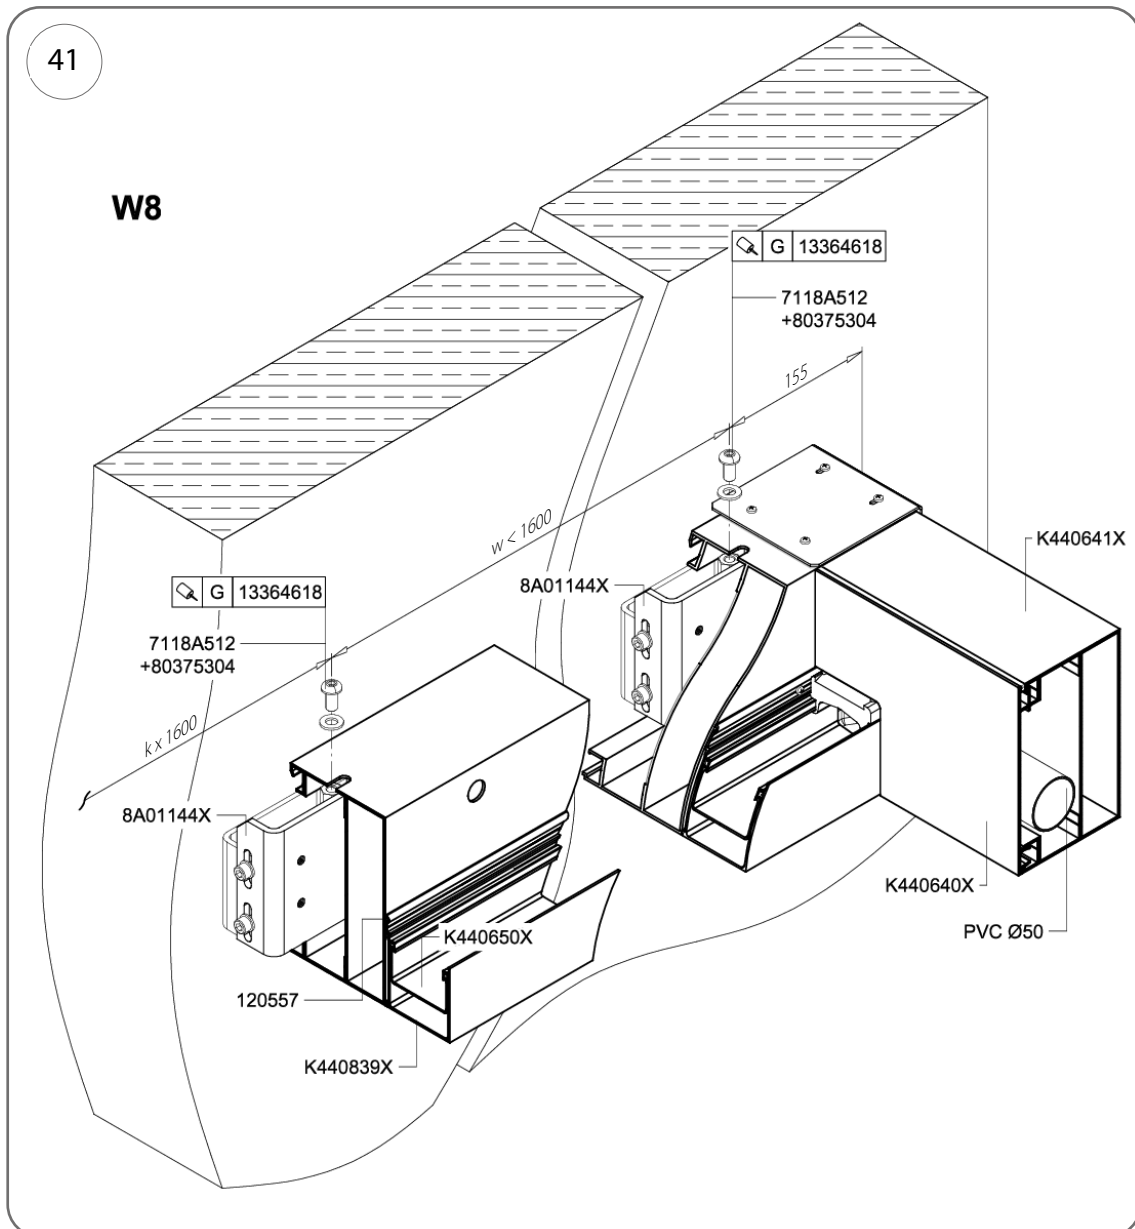

Abb. 41
2. An der Wand die Punkte anzeichnen, die den Langlöchern entsprechen, die gemäß Abb. 41 in die Oberseite des Wandbalkens gefräst wurden; die äußeren Löcher sollten einen Abstand von 155 mm zu den Balkenenden haben, und der Abstand zwischen den Zwischenkonsolen sollte nicht größer als 1600 mm sein.